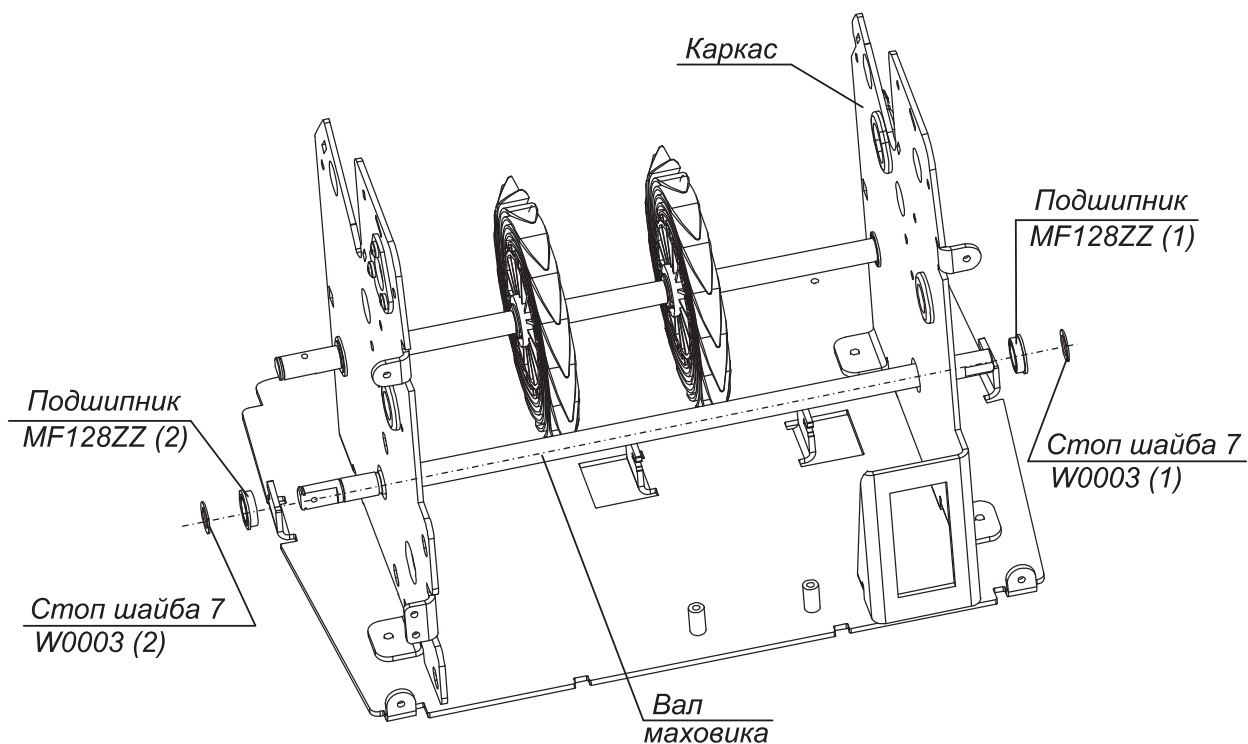

Рис. 34
4. Извлеките стоп шайбу 7 W0003 (1) из кольцевой проточки вала маховика (рис. 34).
5. Снимите подшипник MF128ZZ (1) (рис. 34).
6. Извлеките стоп шайбу 7 W0003 (2) из кольцевой проточки вала маховика (рис. 34).
7. Снимите подшипник MF128ZZ (2) (рис. 34).
8. Снимите вал маховика (рис. 34).